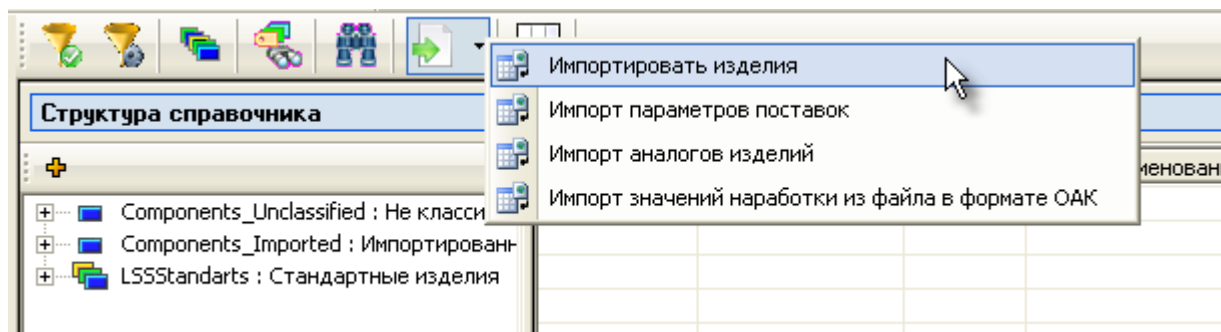

Рис. 4-51
1. Нажмите на кнопку **Импортировать изделия**  или в ее раскрывающемся меню выберите пункт **Импортировать изделия** (рис. 4-51).